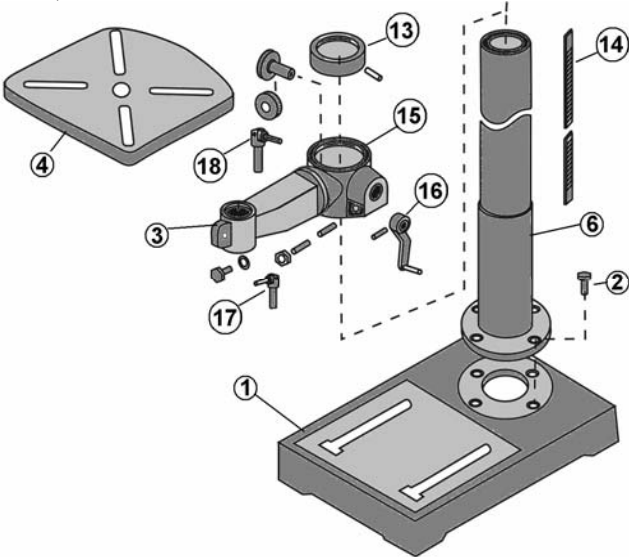

Рис. 3
- Кожух редуктора (11) должен быть закрыт. Сверло в сверлильном патроне должно быть надёжно закреплено ключом сверлильного патрона, после чего ключ сверлильного патрона положите в инструментальный ящик или специальное место.
- Поднимите защитную крышку магнитного пускателя (41), переместив красную кнопку (40) вверх. Включение станка осуществляется нажатием на зелёную кнопку магнитного пускателя (42).
- При работе станок не должен издавать посторонних звуков. При открывании крышки кожуха редуктора (11) станок должен отключиться.
- Повторное включение станка возможно после закрытия крышки кожуха редуктора (11) и повторного нажатия на кнопку «43» магнитного пускателя (8).
- Отключение станка производится нажатием кнопки «42» магнитного пускателя (8).
- Контроль и регулировка глубины сверления «глухих» отверстий производится по шкале кольца (38).
- Осевое перемещение сверлильного патрона (22) задается рукоятками (9).
- Установка и фиксация высоты рабочего стола (4) задается ручкой (16) и блокируется ручкой фиксации (18), Рис.3.